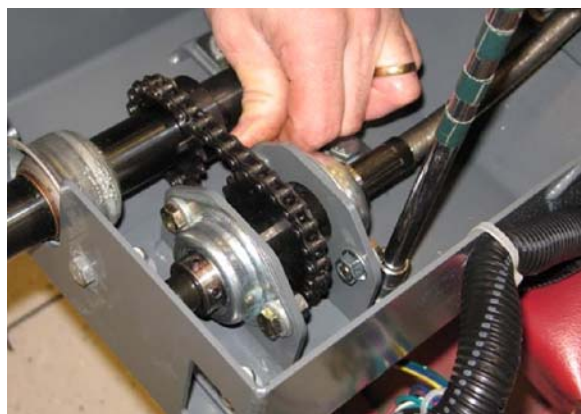

FIG. 34
6. **Anciennes Machines :** Poussez l'assemblage soudé de plaque de support et serrez la visserie à un couple de (24 Nm / 18,5 ft lbs) pour fixer l'assemblage soudé de plaque de support sur le profilé de montage de direction. (Fig. 34)